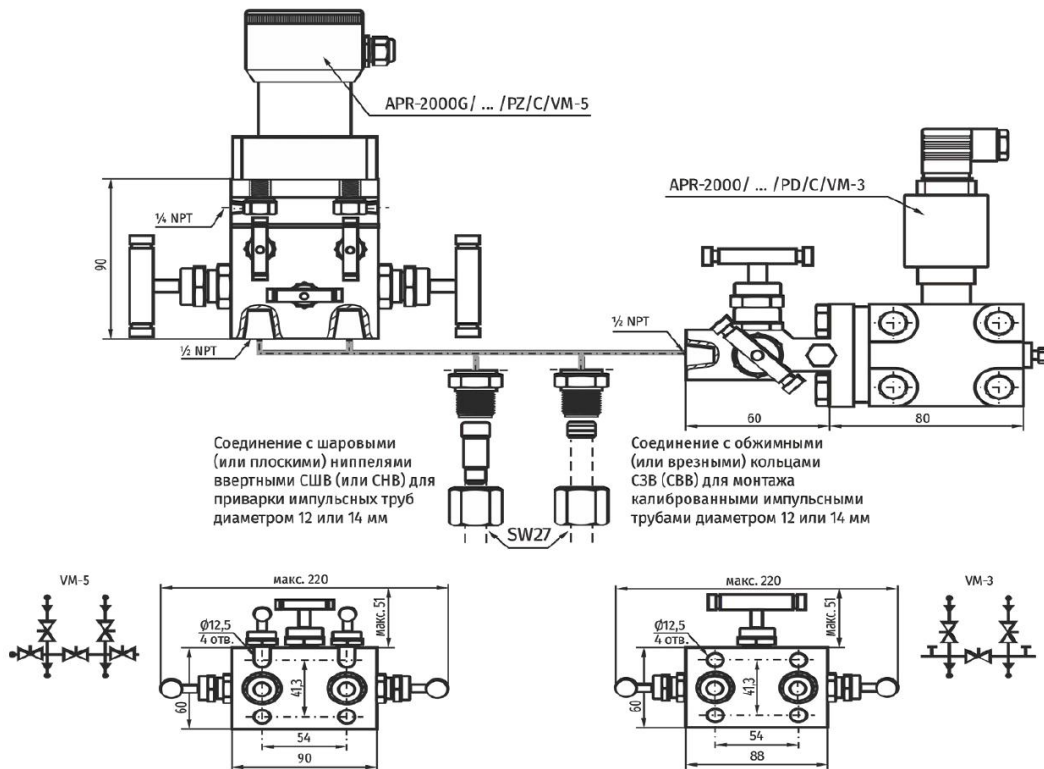

Рисунок 4 – Преобразователи APR-2000G и APR-2000 в сборе с вентилями VM-3 и VM-5.
2.2.14 Преобразователи модификаций APR-2000 и APR-2000G с присоединительным устройством типа С, как правило, монтируются с вентилями VM-3 или VM-5 (рисунок 4). В связи с отсутствием разделительных мембран уклон линий для APR-2000G выполнить таким образом, чтобы обеспечить отток конденсата от преобразователя. Для крепления на трубе 2" либо плоской поверхности к преобразователю предлагается комплект крепежа С-2 или U (приложение Г).